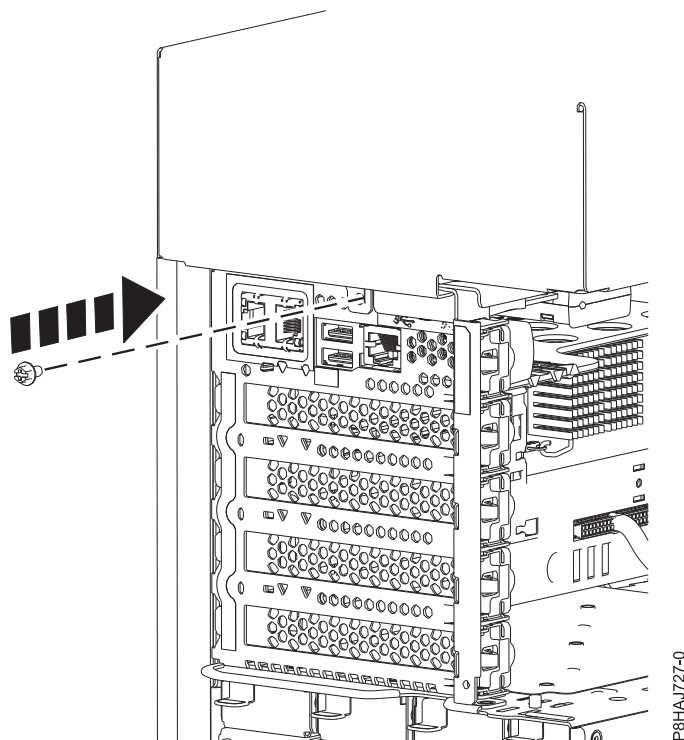

Abbildung 26. Schraube der Seitenabdeckung bei einem eigenständigen System vom Typ 8286-41A anbringen
5. Bringen Sie die hintere Schraube der Seitenabdeckung mit einem Kreuzschlitz-Schraubendreher an (siehe Abb. 26 auf Seite 43).